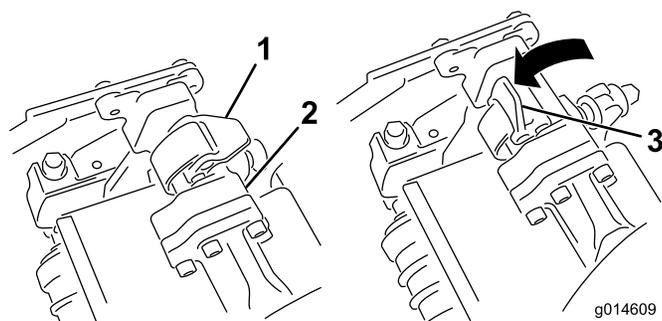
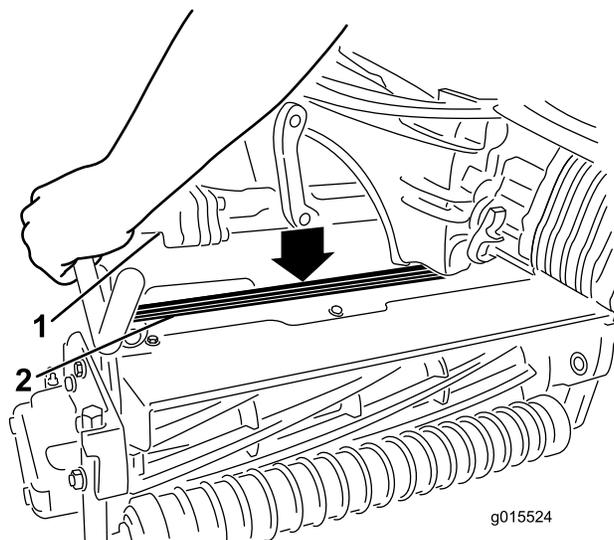

Bild 35
Bild 36
4. Die Riegel an der Aufhängearmstange müssen nach oben zeigen (d. h. offen) (Bild 35); drücken Sie den Aufhängearm dann so nach unten, dass die Stange über die Stange an der Oberseite des Mähwerks passt (Bild 36).
5. Drücken Sie die Riegel nach unten und um die Mähwerkstange und arretieren sie (Bild 35).
- Öffnen Sie die Riegel an der Aufhängearmstange des Mähwerks, das Sie entfernen möchten (Bild 35).